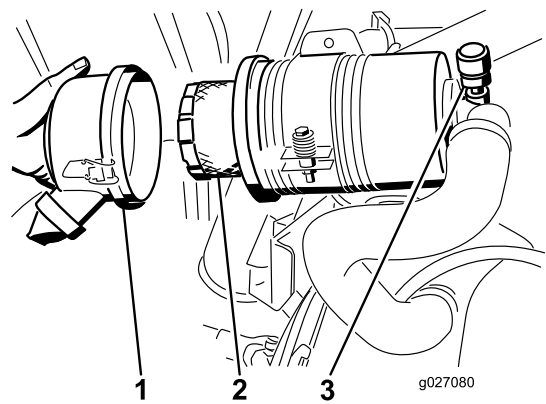

Рисунок 53
5. Снимите и замените фильтр (Рисунок 53).